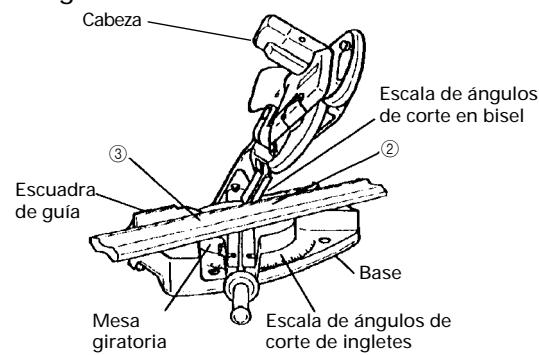

Fig. 41
**(4) Ajuste para cortar molduras en vértice a los posiciones ② y ③ de la Fig. 34 (consulte la Fig. 41, incline la cabeza hacia la derecha):**
- ① Gire la mesa giratoria hacia la derecha y ajuste el ángulo de ingletes de la forma siguiente: